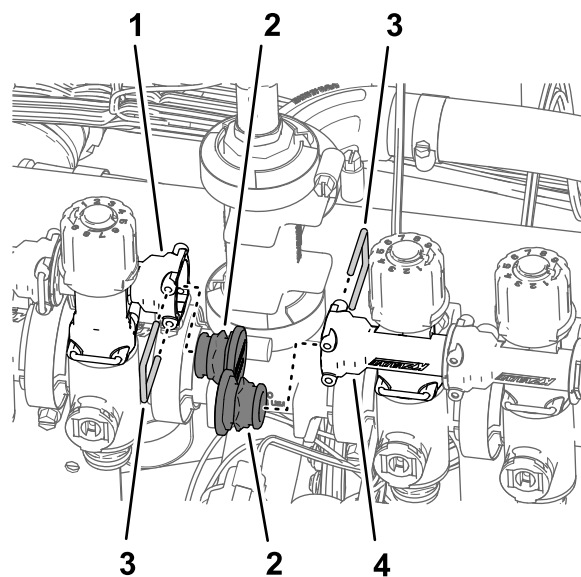

Figura 99
3. Rimuovete i fermi che fissano i tappi nelle prese del raccordo a disinnesto rapido nella valvola dell'ugello 5 e nella valvola dell'ugello 6 e rimuovete i tappi (Figura 99).